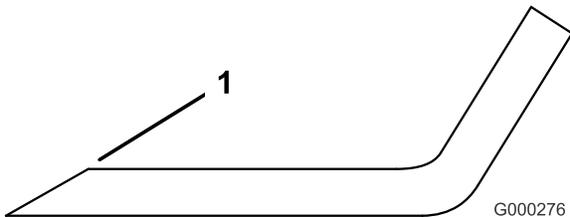

Figure 87
1. Au moyen d'une lime, aiguissez les tranchants aux deux extrémités de la lame (Figure 87).